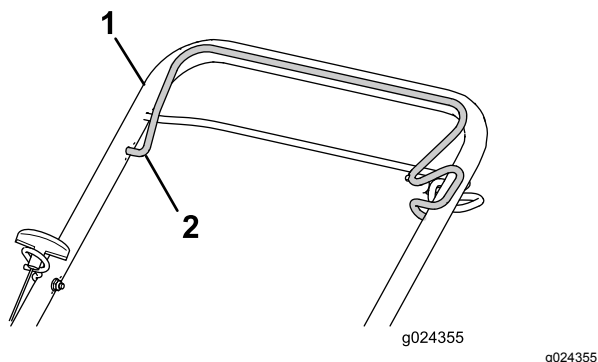

Figura 15
3. Tirate la barra di comando della lama verso la stegola superiore e tenetela in questa posizione (Figura 15).